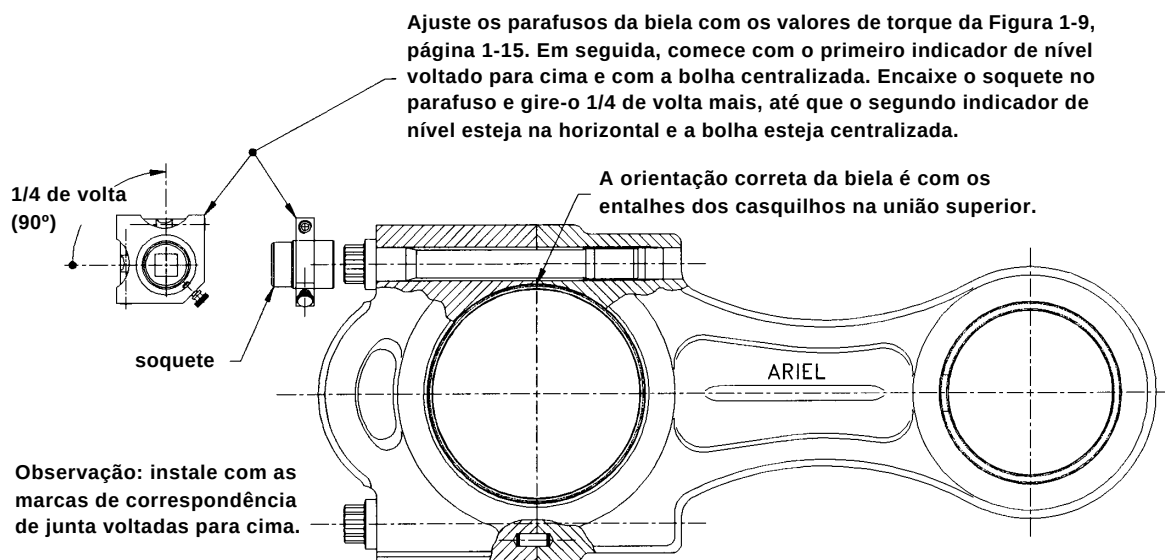

FIGURA 5-1 BIELA - TÍPICA
4. Pré-ajuste os parafusos da biela com 90 libras-pé (122 N.m), utilizando um padrão em "x". Então aperte cada parafuso exatamente um quarto de volta, utilizando a ferramenta indicadora de volta, conforme ilustrado na Figura 5-1.